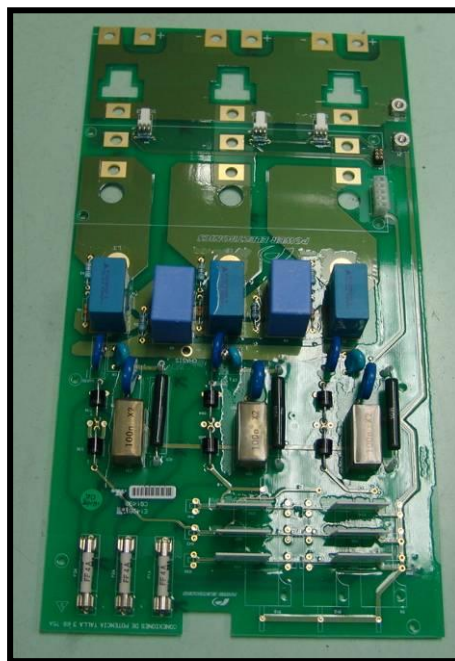

Figura 7.3.10. Extracción de la tarjeta de conexiones
- 4) Retiramos los 5 tornillos de cabeza abombada **M3x6** DIN-7895H. Ver figura 7.3.10.
- 4) Colocamos la tarjeta en su posición correcta como muestra la *Figura 7.3.10*, encarando los agujeros con los tiristores, la bobina de choque y con el bus.